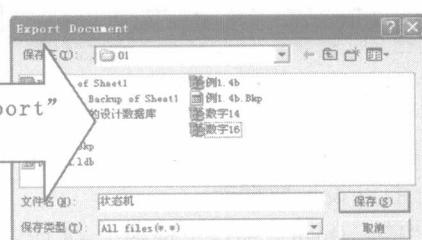

图 1-11 “Export Document”对话框
(3) 在打开的“Export Document”对话框中指定一个目标目录，并在“文件名”编辑框中输入文件名，单击“保存”按钮，如图 1-11 所示，之后在指定目录(01)上就会增加一个新的“状态机.sch”导出文档。